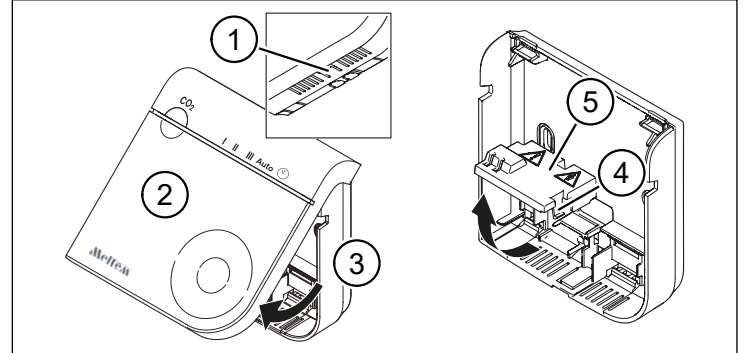

Abb. 2: Deckel und Sicherheitsabdeckung abnehmen
- Drücken Sie auf die Nase (Pos. 1 in Abb. 2) an der Unterseite des Gehäuses (Pos. 3 in Abb. 2) und ziehen Sie den Deckel (Pos. 2 in Abb. 2) vom Gehäuse ab.
- Drücken Sie mit einem kleinen Schlitzschraubendreher auf den Rasthaken (Pos. 4 in Abb. 2) und klappen Sie die Sicherheitsabdeckung (Pos. 5 in Abb. 2) nach oben.
- Klappen Sie die Sicherheitsabdeckung (Pos. 5 in Abb. 2) nach unten, bis diese hörbar einrastet.